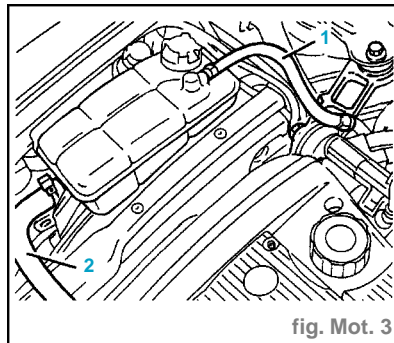

fig. Mot. 3
- Déconnecter du réservoir du liquide de refroidissement du moteur la tuyauterie du retour du liquide du thermostat (1) (fig. Mot. 3).